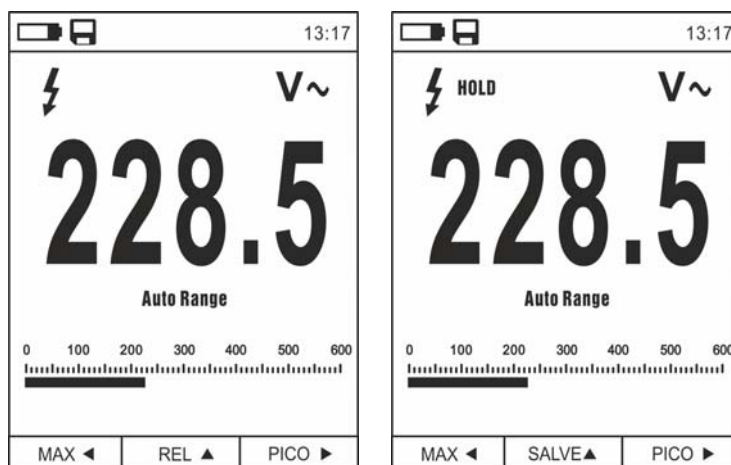

Fig. 7: Guardar o valor apresentado no display
1. Premir o botão **HOLD/ESC** para fixar o resultado. A mensagem “HOLD” aparece no display e o botão **REL ▲** passa a **SALVE ▲** (ver Fig. 7)